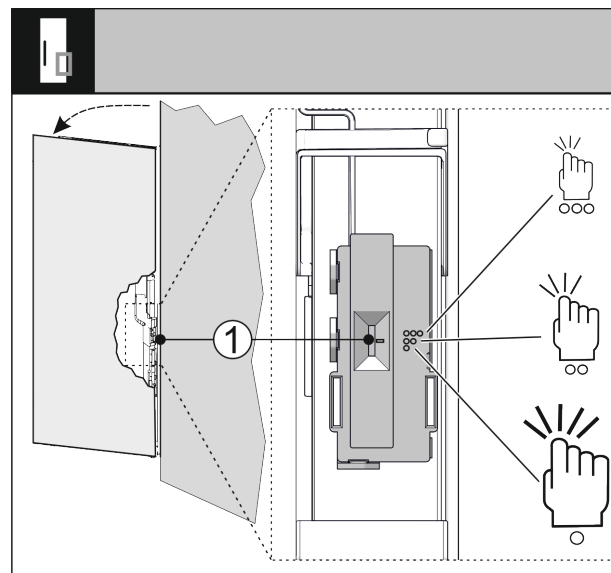

Fig. 71
Ju mund ta rregulloni në çdo kohë ndjeshmërinë e sinjalit të trokitjes nëpërmjet çelësit Fig. 71 (1). Çelësi ndodhet në anën e menteshës në një të tretën e poshtme të derës.
► Vendosni çelësin Fig. 71 (1) në pozicionin e çelësit që dëshironi.